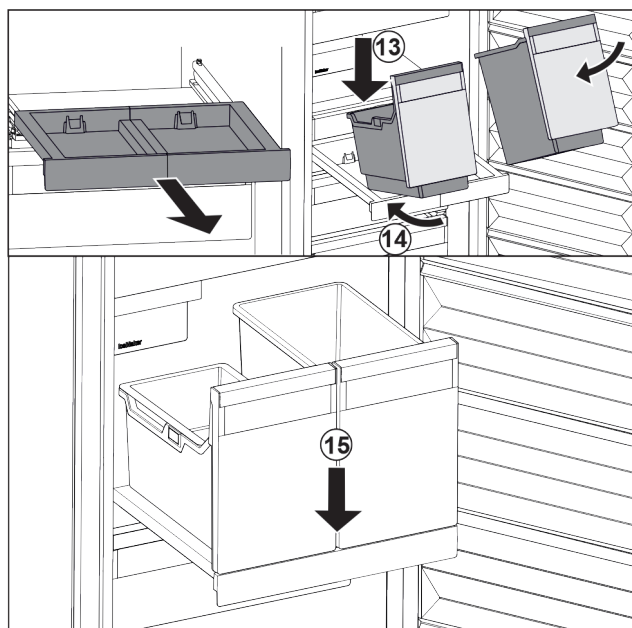

Fig. 24
- ▶ Наклоняя вниз, установите контейнеры на выдвижную панель. Fig. 24 (13)
- ▶ Вставьте контейнеры, наклоняя вниз, назад. Fig. 24 (14)
- ▶ Снимите контейнеры спереди. Fig. 24 (15)